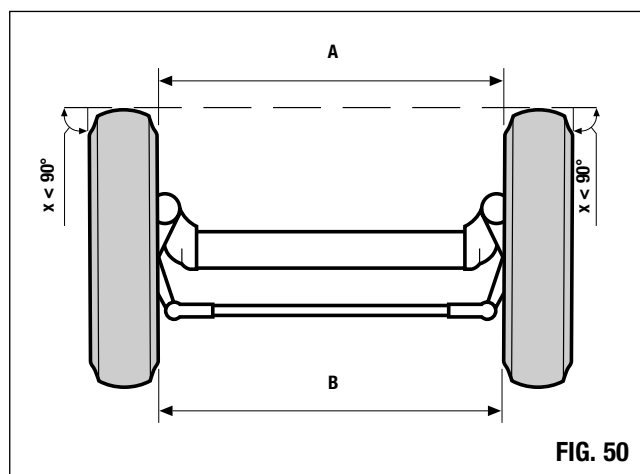

FIG. 50
4. La Fig. 50 montre le plan de référence (ligne en pointillés). Pour obtenir le pincement requis, vissez ou dévissez la barre d'accouplement c'est-à-dire la barre B-A de 4 à 6 mm. Cet angle doit être inférieur à 90° des deux côtés (mais la valeur doit être identique).